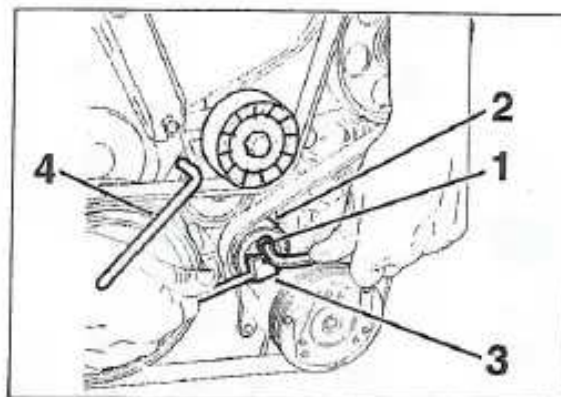
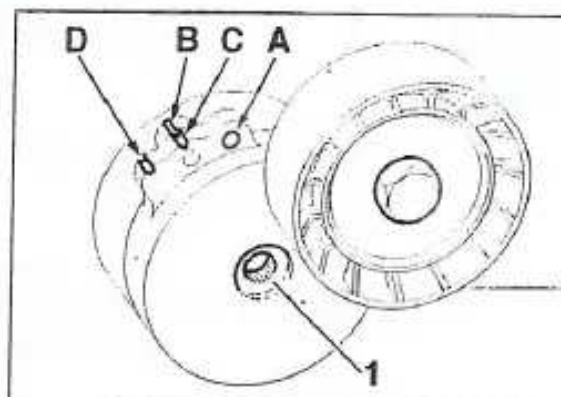

FIGURA 8-6
FIGURA 8-7
- Aflojar la tuerca (1) (figura 8-6).
- Actuar sobre el rodillo (2) con el útil (3) (útil PSA 0188-J2) hasta poder introducir el pasador (4) (útil PSA 0188-Q1) $\varnothing$ 4 mm (figura 8-6) en el taladro (A) (figura 8-7).
- Retroceder el rodillo (2) (figura 8-6).
- Para el montaje,** actuar sobre el rodillo (1) en el sentido horario para liberar el pasador (4) (figura 8-6). Respetar el sentido de montaje de la correa, terminar el montaje por el rodillo tensor, procurar que la correa esté bien colocada en las ranuras de las poleas.
- Actuar sobre el rodillo (2) (figura 8-6), hasta poder introducir el pasador (2) (útil PSA 0188-Q1) en el taladro (A) (figura 8-8).